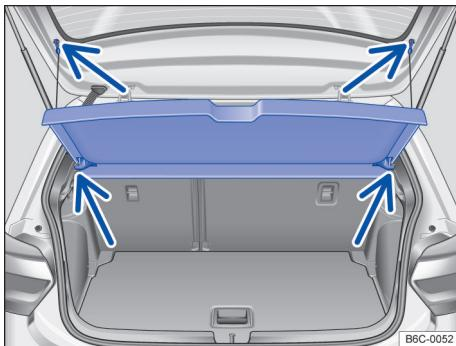

Fig. 114 No compartimento de bagagem: remover e instalar a cobertura do compartimento de bagagem.
- Desprender os cordões de retenção do suporte da tampa traseira → Fig. 114 (setas superiores).
- Retirar a cobertura do compartimento de bagagem por trás, para fora dos suportes laterais → Fig. 114 (setas inferiores).
- Empurrar a cobertura do compartimento de bagagem para a frente, introduzindo-a nos suportes laterais → Fig. 114 (setas inferiores).
- Encaixar os cordões de retenção na tampa traseira → Fig. 114 (setas superiores).